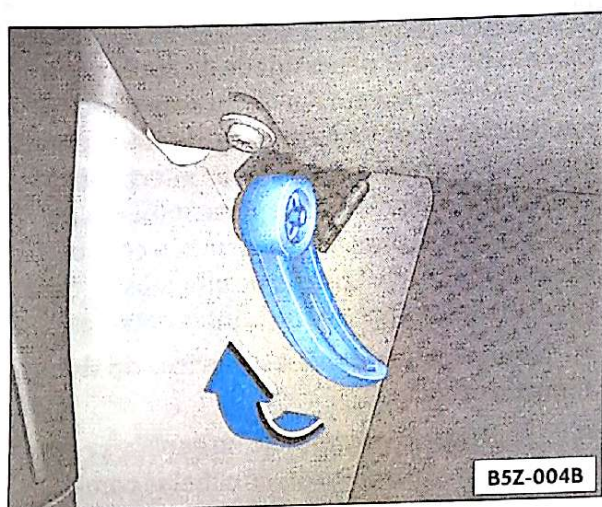

Fig. 105 Detalhe da região dos pés no lado do condutor: alavanca desbloqueadora da tampa do compartimento do motor
- Puxe a alavanca desbloqueadora colocada por baixo do painel de instrumentos ⇒ fig. 105 -seta- – a tampa do compartimento do motor se desbloqueará por força de uma mola ⇒ ⚠.